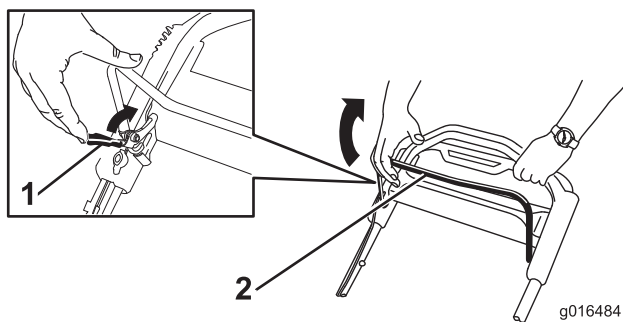

Figura 23
1. Tire hacia atrás del seguro de la barra de control de las cuchillas hasta que llegue a la barra de control de las cuchillas (Figura 23).
2. Tire hacia atrás **lentamente** **Figura 23** de la barra de control de la cuchilla hasta que llegue al manillar (0).